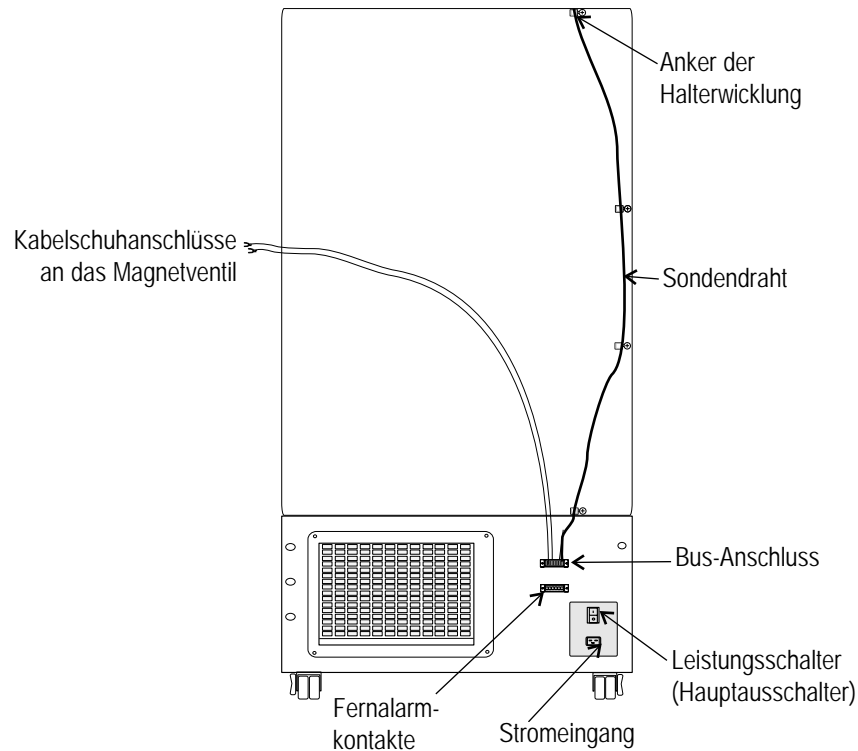

Abb. 5-5. Sondendraht und Solenoidanschlüsse
1. Die vier Schrauben an der Gefrierschrankrückseite entfernen und für die Montage der Wicklungsanker, wie in Abb. 5-5 gezeigt, verwenden. Den Sondendraht mit den Halterwicklungen fixieren.
4. Stromversorgung zum Gefrierschrank herstellen. Gefrierschrank mit dem auf Pos. AUS (O) befindlichen Batterieschalter einschalten.